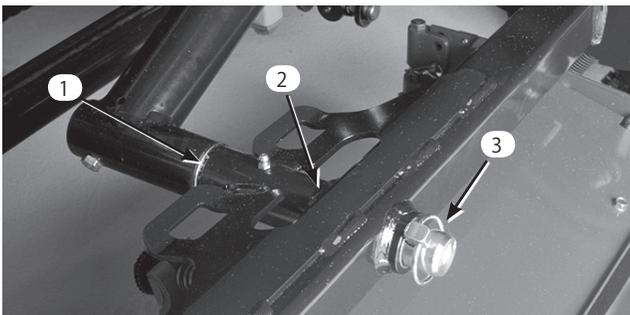

図18
2. ピボット・ロッドに、カッティングユニットのキャリア・フレームを取り付け、リンチピンで固定する(図18)。